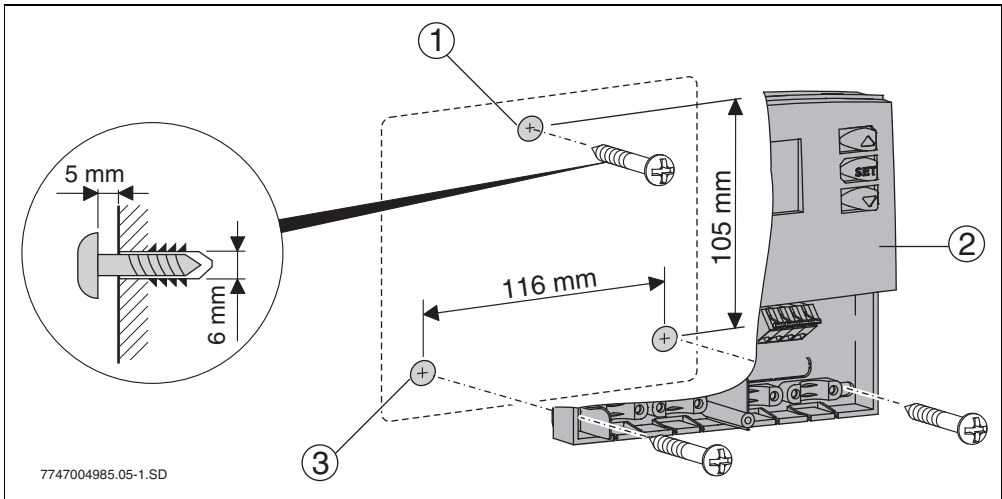

Bild 5 Wandmontage des Reglers
- ▶ Oberes Befestigungsloch (→ Bild 5, Pos. 1) bohren und beiliegende Schraube bis auf 5 mm eindrehen. Schraube unten am Regler lösen und Deckel abziehen. Regler an Gehäuseaussparung aufhängen. Untere Befestigungslöcher (→ Bild 5, Pos. 2) anzeichnen, Löcher bohren und Dübel einsetzen. Regler ausrichten und an den unteren Befestigungslöchern links und rechts festschrauben.